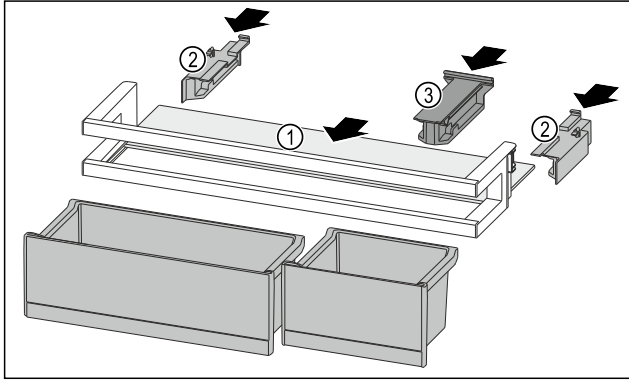

Fig. 261
- ▶ Abstellfläche Fig. 261 (1) in die seitlichen Aussparungen einschieben.
- ▶ Seitenteile Fig. 261 (2) einsetzen.
- ▶ Halteteil Fig. 261 (3) einsetzen.